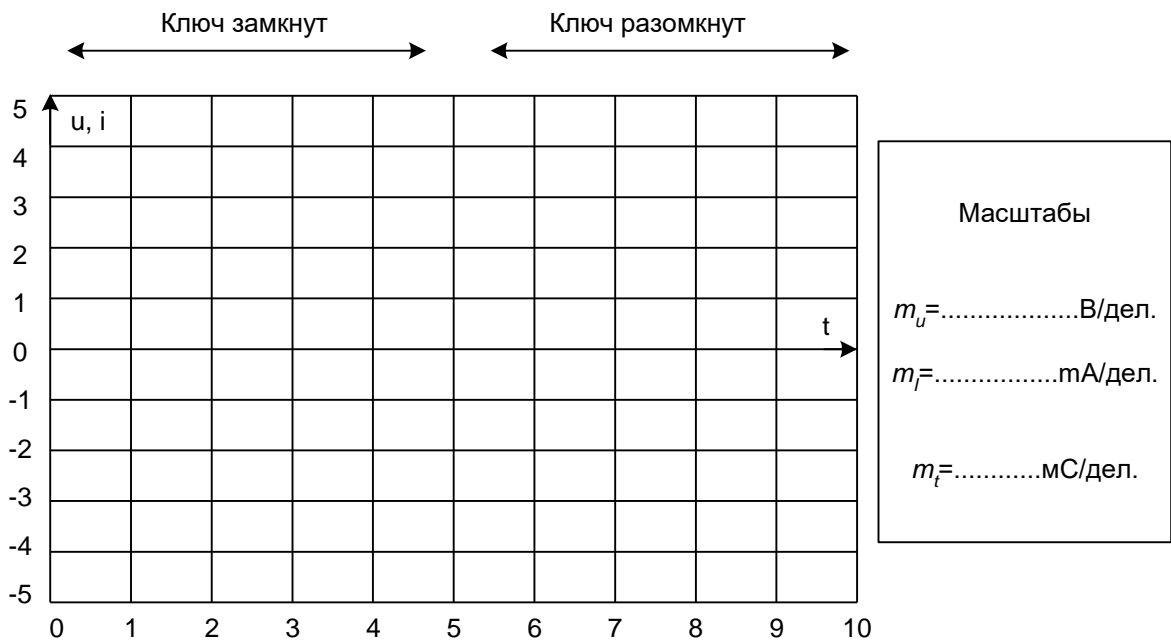

Рисунок 2
1.2. Включите осциллограф, установите развёртку 0,5 мС/дел и перерисуйте изображение тока и напряжения на катушке на график (рис. 2). Не забудьте указать масштаб для каждой кривой. Определите по графику или непосредственно по осциллографу докоммутационные ( $t = 0_-$ ) начальные ( $t = 0_+$ ) и установившиеся ( $t \rightarrow \infty$ ) значения токов и напряжений на катушке в двух случаях: 1 – ключ замыкается; 2 – ключ размыкается. Занесите их в таблицу 1.